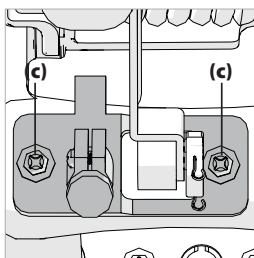

Abb. 7
- Lösen Sie die beiden Schrauben. (**Abb. 7, c**)